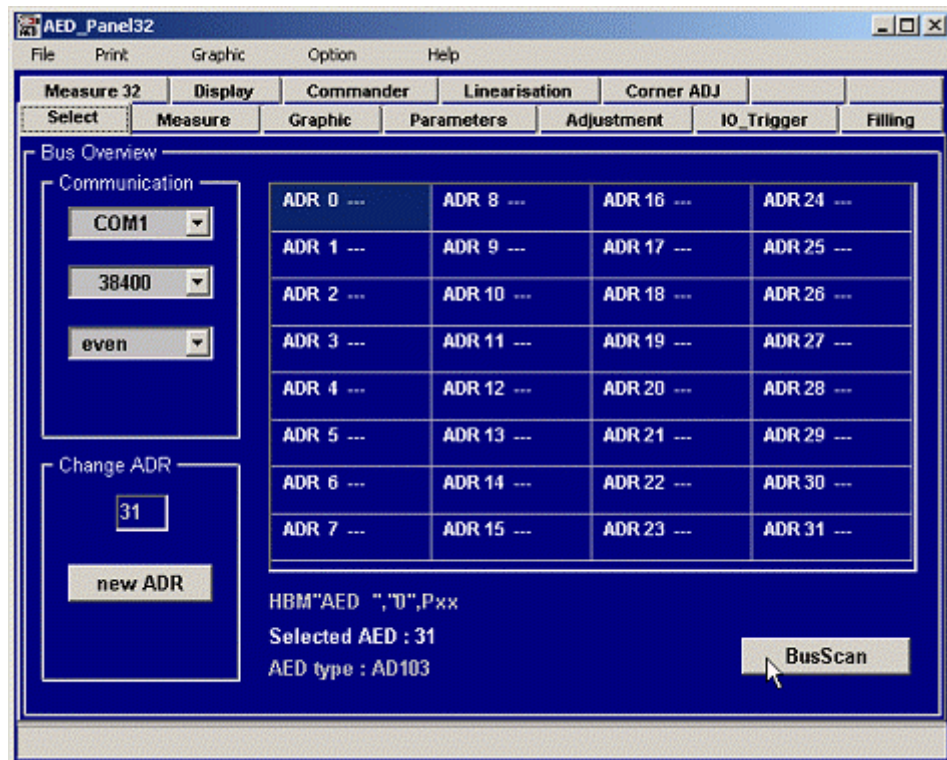

Abb. 1: AED_Panel32 (Version 1.x.x)
- Speichern der Messung in den File *.grf und Auswertung (Cursor, Zoom,... siehe Einleitung, Abbildung 1)